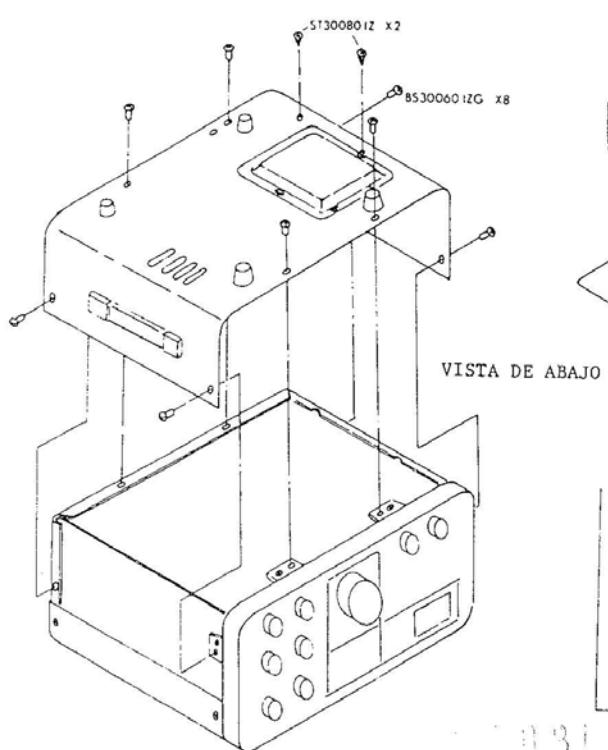

Fig. 2
- 2°- Instale la unidad de memoria PB-1787 usando los tornillos como indica la Fig. 2, luego conecte el plug con los cables. De igual forma se puede proceder con la llave electrónica 8044.